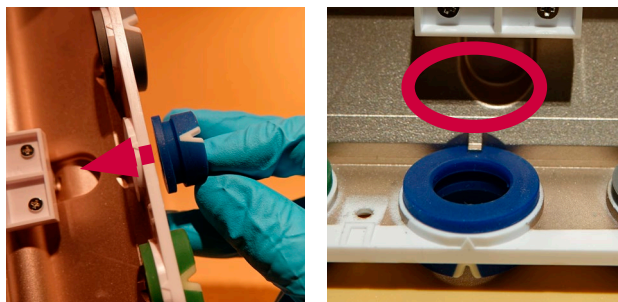

図21 新しいカラーリングの挿入
- b) 背面ケースの外側から新しいカラーリングを所定の位置に押し込みます(図21)